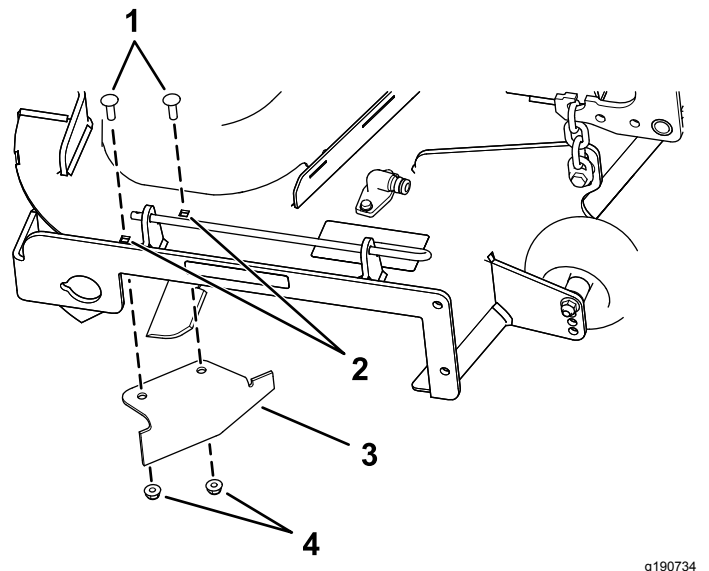

Figura 33
9. Localice el tabique en la bolsa de piezas sueltas y retire las fijaciones de los taladros traseros de la placa de descarga (Figura 33).